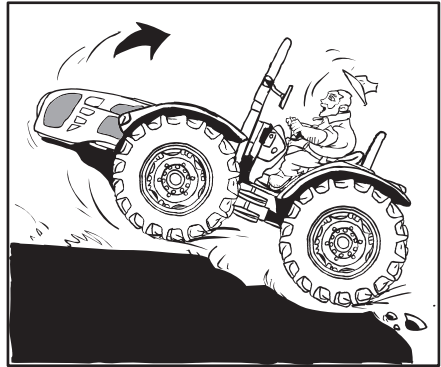

Abb. 2.16
- Wenn der Traktor im Schlamm oder Boden festgefahren ist, nicht versuchen, ihn durch Vorwärtsfahren zu befreien, denn der Traktor könnte sich um die Hinterräder drehen und umkippen (Abb. 2.16). Montierte Anbaugeräte anheben oder abbauen und versuchen, den Traktor durch RÜCKWÄRTSFAHREN zu befreien. Falls das nicht gelingt, muss der Traktor mit einem anderen Fahrzeug aus dem Schlamm gezogen werden.